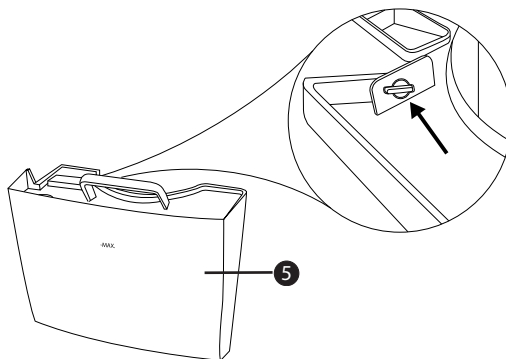

Abb. 7
- ◆ Um den Wassertank **5** von innen zu reinigen, müssen Sie den schwarzen Deckel entfernen. Lösen Sie hierzu den Griff aus der Halterung, indem Sie ihn seitlich herausdrücken. Achten Sie hierbei darauf, dass die Zapfen am Griff mit den Nuten am Wassertank **5** übereinstimmen (siehe Abbildung 7).